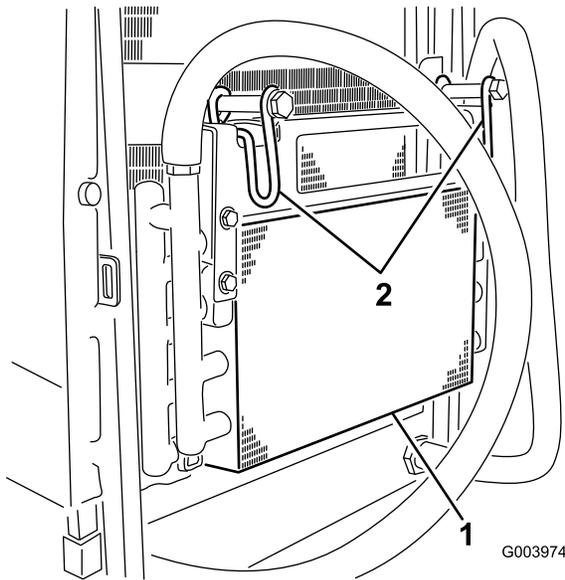

Bild 73
5. Drehen Sie die Riegel nach innen, um den Ölkühler zu lösen (Bild 73).